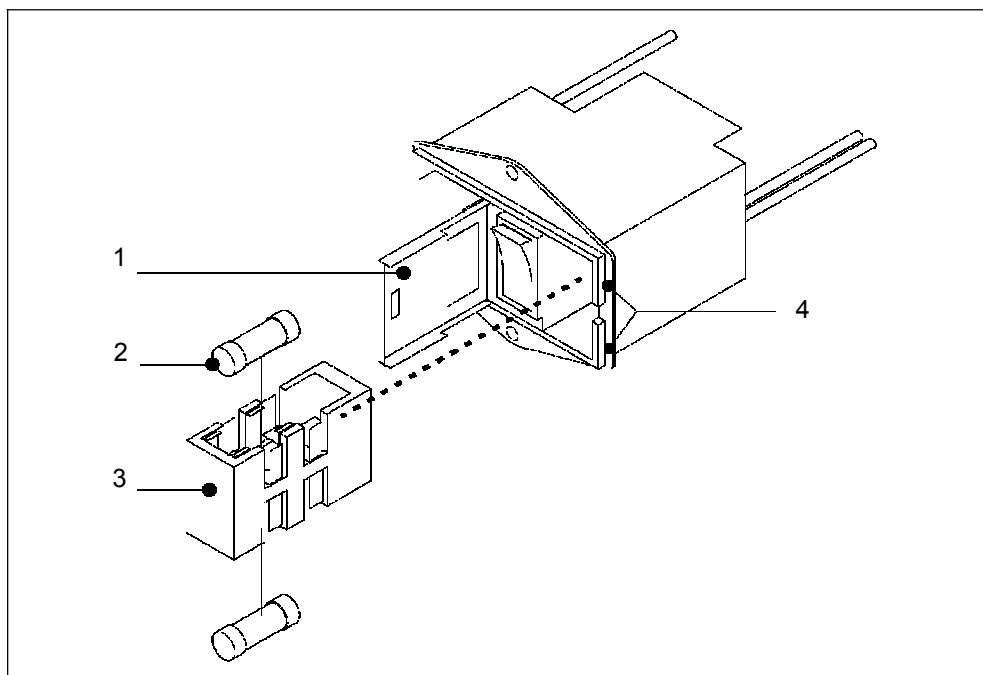

Рис. 7-5 Замена предохранителей.
- Чтобы заменить главные выключатели, с помощью отвертки откройте крышку блока предохранителей. Для этого вставьте отвертку в соответствующий вырез и откройте крышку. Смотрите Рис. 7-5.